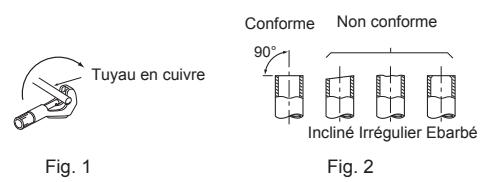

Fig. 1
- 1) Retirez le couvercle du boîtier électrique (1).
- 3) Fixez le tube de canalisation sur la plaque de conduit à l'aide du contre-écrou. Le câble de connexion \odot de l'unité interne/externe qui apparaît à l'intérieur du tube de canalisation doit être inférieur à 7/8 in. (23 mm). (Fig. 1)
- 1) Coupez correctement le tuyau en cuivre avec un coupe-tuyaux. (Fig. 1, 2)